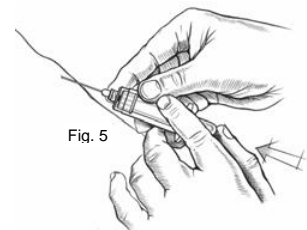

Fig. 5
- Trykk det første vakuurrøret inn i holderen slik at den bakre delen av kanylen trenger helt igjennom gummien i midten av korken. Pass på at røret blir punktert i midten av korken slik at ikke sideveggene punkteres med påfølgende for tidlig vakuumsug (Fig. 5).